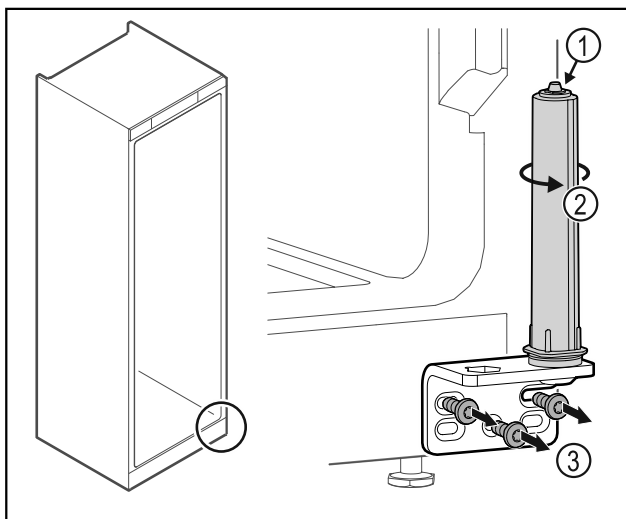

Fig. 40
- Türschließsystem Fig. 40 (1) nicht zerlegen.
- Schließsystem Fig. 40 (2) drehen, bis es klickt.
- Scharnierwinkel Fig. 40 (3) abschrauben.